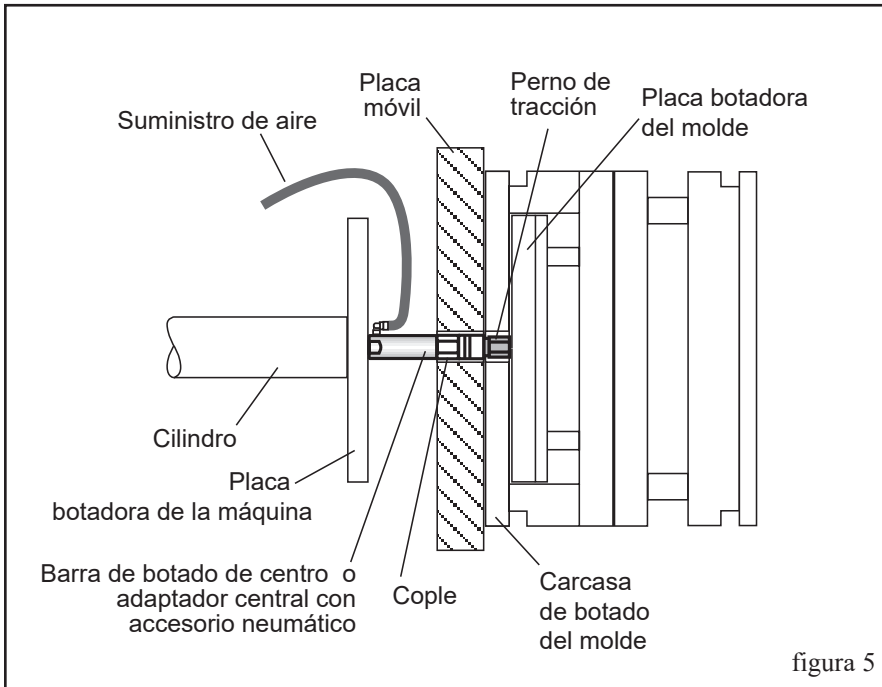

figura 5
1. Instale el perno de tracción en la placa botadora del molde de acuerdo a la figura 5 Utilice grasa de amarre de roscas para evitar movimientos durante el uso.